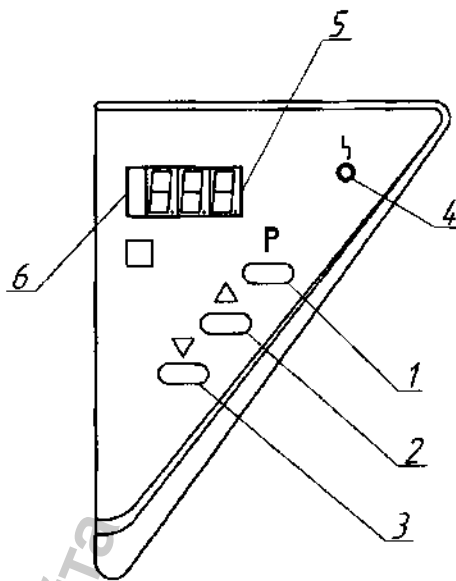
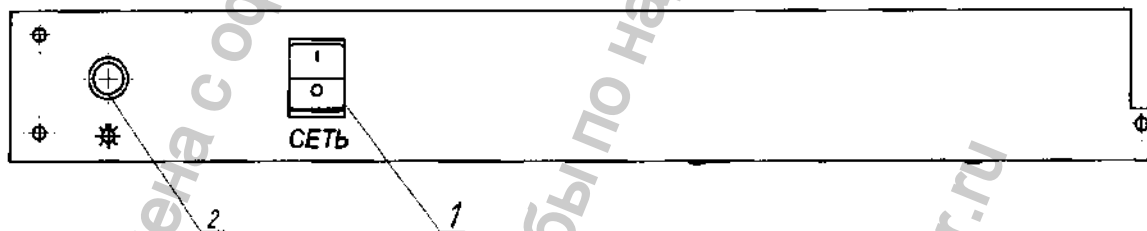

Рисунок 2 – Расположение органов управления термостатом на блоке управления
Рисунок 3 – Расположение органов управления термостатом на силовой панели.
Блок управления (рис.2) предназначен для автоматического управления процессом термостатирования в термостате.
Силовая панель (рис.3) предназначена для включения/выключения термостата - (поз.1), включения света в камере.
Нажать на клавишу "СЕТЬ" (поз.1 рис.3) при этом на дисплее панели управления (поз.5 рис. 2) высвечивается температура в камере термостата.
Для просмотра значения установленной температуры нажмите кнопку "P" (поз.1 рис.2), при этом блок управления перейдет в режим индикации установленной пользователем температуры.
Корректировка требуемой температурой осуществляется следующим образом: нажатием на кнопку "P" переводим блок управления в режим индикации установленной пользователем температуры. Для корректировки этой температуры использовать кнопки "Δ" –увеличение и "∇" – уменьшение (поз.2, 3 рис.2) соответственно. Для сохранения откорректированной температуры нажмите на кнопку "P".
При необходимости можно включить освещение камеры (кнопка поз.2 рис.3).
Индикатор (поз.6 рис.2) сигнализирует о включении нагревателя.
2.3.2 Вилку сетевого шнура включить в сеть. Нажать на клавишу "Сеть" (поз.1 рис.3), при этом загорится дисплей текущей температуры, показывающей температуру внутри камеры.
2.3.4. По окончании работы термостат выключить нажатием на клавишу "СЕТЬ" (поз.1, рис.3).